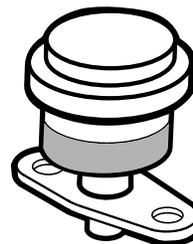

図 34
エアクリーナの一次フィルタの整備は、整備インジケータ（図 34）が赤色になるまでは行わないでください。早めに整備を行っても意味がありません。むしろフィルタを外したときにエンジン内部に異物を入れてしまう危険が大きくなります。
1. エアクリーナのインジケータを点検する。インジケータの表示が赤色に変わっていたら、フィルタの交換を行う（図 34）。